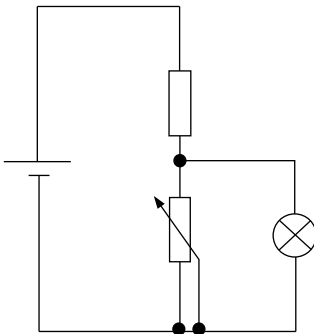

Abbildung 5: Schaltplan I
2.2 Betrachten Sie den Schaltplan in Abbildung 5. Ergänzen Sie die Lücken der folgenden Aussagen.  (1 P)